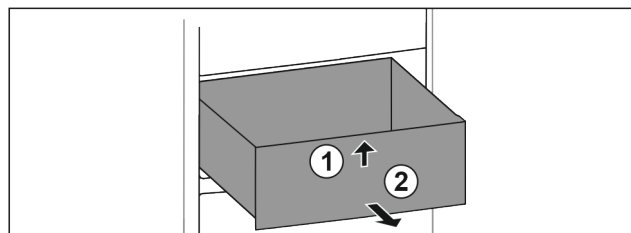

Fig. 17
- ▶ Levante el cajón Fig. 17 (1).
- ▶ Extráigalo hacia delante Fig. 17 (2).